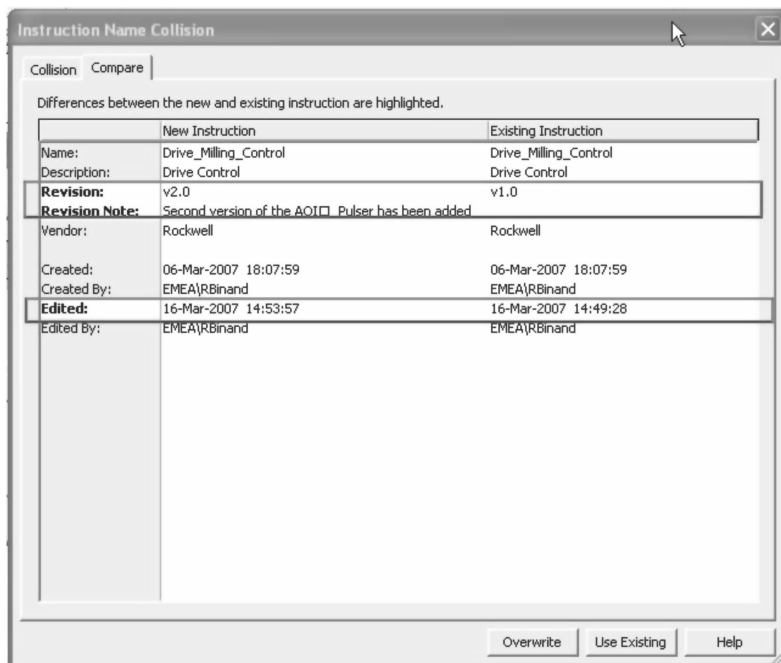

图 21-10 比较选项卡
6. “比较”（Compare）选项卡显示这两个定义的区别，在本例中即版本信息，如图 21-10 所示。